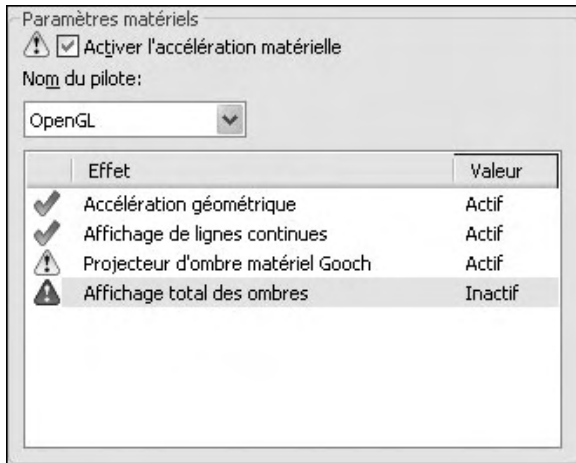

Fig.9.10
- **Affichage des ombres** (Shadow display) : contrôle l'affichage des ombres. Les options sont : pas d'ombre, ombres sur le sol uniquement, ombres pleines. Il est conseillé de désactiver les ombres pour augmenter les performances. Pour afficher les ombres complètes, il convient d'activer l'accélération matérielle. Lorsque l'option Accélération géométrique est désactivée, les ombres complètes ne peuvent pas être affichées. (pour accéder à ces paramètres, entrez config3d sur la ligne de commande). Dans la boîte de dialogue Dégradation adaptative et ajustement des performances, choisissez Ajuster manuellement (fig.9.10).